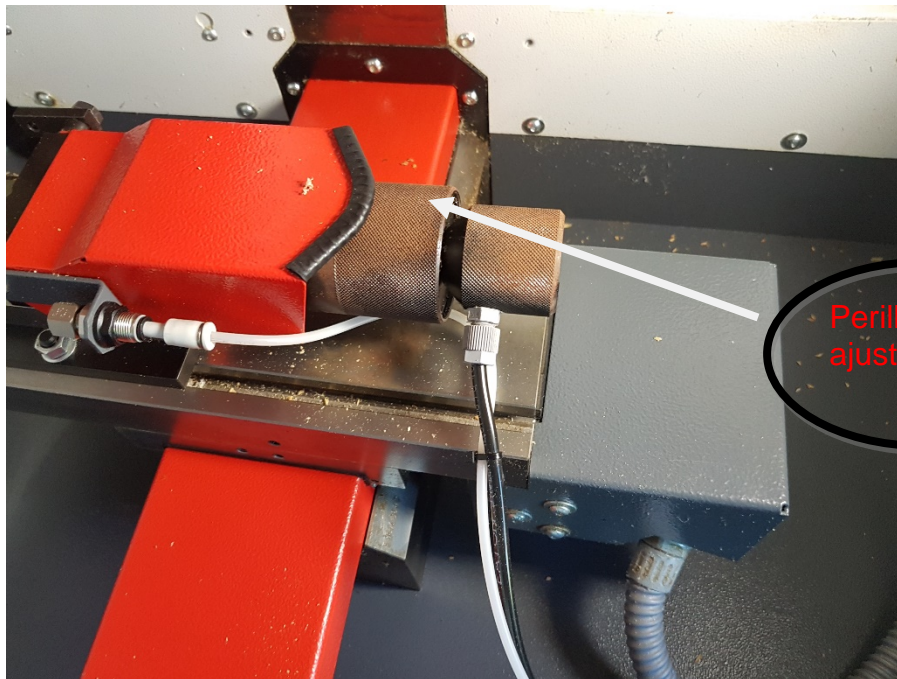

Ilustración 5.7 Perilla de ajuste
2. Colocar pieza, para esto presionar el botón de aflojar . Posteriormente, manualmente ajustar con la perilla el tamaño de pieza (ilustración 5.7).